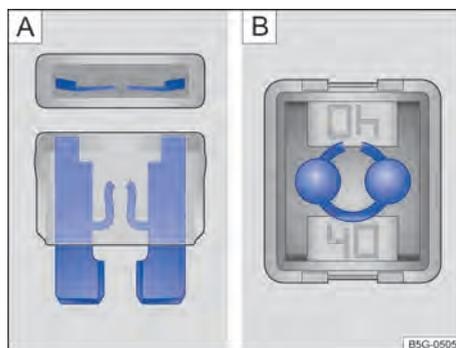

Fig. 214 Fusível queimado: A) fusível plano, B) fusível de bloqueio.
- Um *fusível plano* (ATO®, MINI®) queimado é reconhecido de cima ou de lado pela carcaça transparente nas faixas metálicas derretidas → Fig. 214 A.
- Um *fusível de bloqueio* (JCASE®) queimado é reconhecido pelas faixas metálicas derretidas por cima da carcaça transparente → Fig. 214 B.